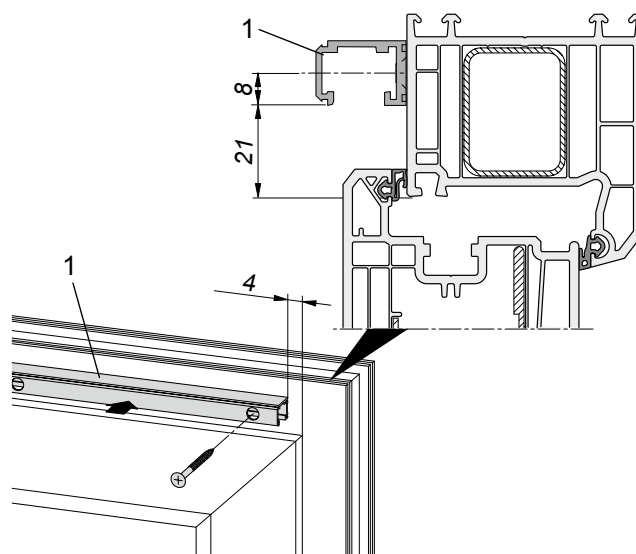

Рисунок 15: Верхняя направляющая на раму - чертеж по монтажу
1. Верхнюю направляющую (1) спозиционировать под размер фальцевого зазора 12 мм.
2. Приложить шаблон (2), смотри размер „21“ (рис. 15).
3. Шаблон (2) приложить вблизи первого отверстия под шуруп.
5. Направляющую (1) прикрутить шурупом \varnothing 3,9 мм.